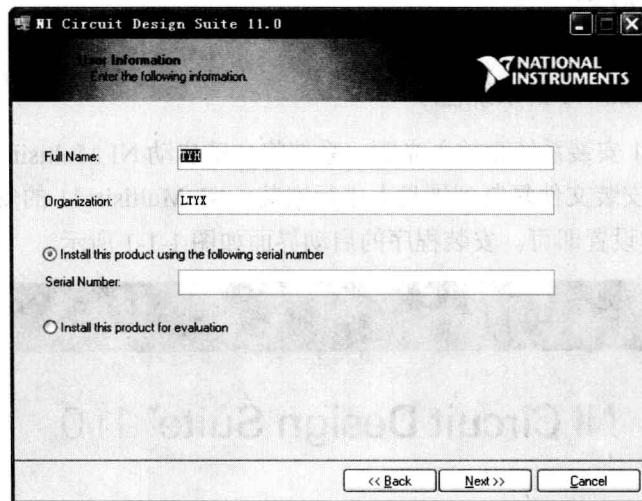

图 1-1-3 “User Information”对话框
(2) 启用安装后会弹出如图 1-1-3 所示的“User Information”(用户信息)对话框，要求用户输入相关信息，其中“Full Name”(用户名)和“Organization”(组织名)可以任意填写，“Serial Number”文本框中必须输入该软件的序列号。该序列号可以在软件的包装盒或者软件光盘包装上找到。输入完成后，单击【Next】按钮，继续下一步安装。